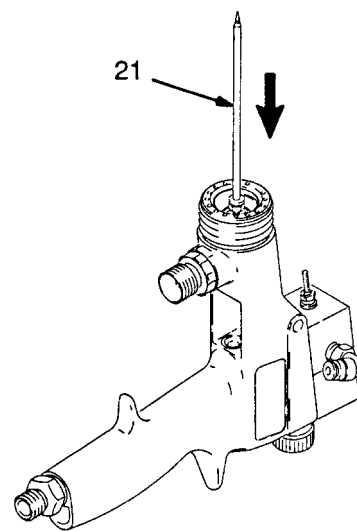

Fig. 3
10. Skyv det tredelte pakningssettet (39) bakover ut av pistolen ved hjelp av den gjengete enden av væskenaålen (21), som vist på Fig. 3.
Bruk ikke for stor kraft når du skyver ut pakningssettet (39) eller U-cup-pakningen (33) fordi dette kan få nålen (21) til å bøye seg. Det vises til Fig. 3 og 4. Hvis pakningene er vanskelige å flytte, bruk en 3/16" plaststang til å skyve dem ut.